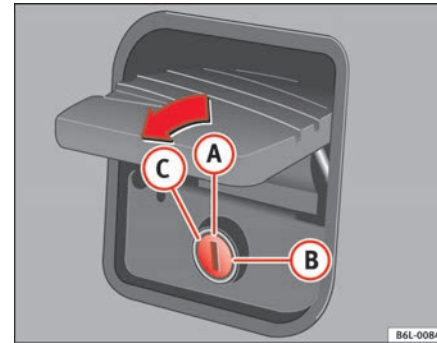

Abb. 51 Gepäckraum-
- Ziehen Sie am Griff und heben Sie die Heckklappe an ⇒ Abb. 50. Der Schlitz des Schlosses muss senkrecht stehen ⇒ Abb. 51 **(A)**.
Wenn der Schlitz im Schloss **(A)** ⇒ Abb. 51 senkrecht steht, wird die Heckklappe automatisch über die Zentralverriegelung ent- und verriegelt. Die Heckklappe kann auch mit dem Schlüssel entriegelt werden.
Wenn der Schlitz im Schloss **(B)** ⇒ Abb. 51, bleibt die Heckklappe nach dem Schließen permanent verriegelt und kann nur mit dem Hauptschlüssel entriegelt werden.
Zum Entriegeln der Heckklappe muss der Schlüssel in Pfeilrichtung bis zum Anschlag **(C)** ⇒ Abb. 51 gedreht werden. In dieser Stellung kann der Schlüssel nicht aus dem Schloss abgezogen werden. ▶